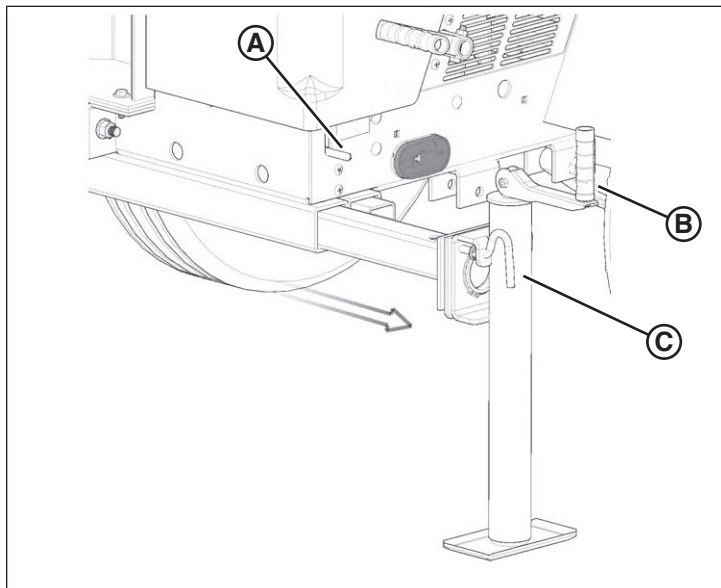
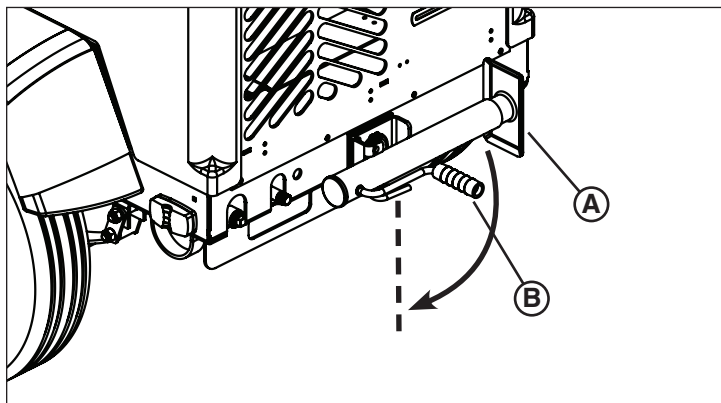

Figura 17
Figura 18
3. Extienda los estabilizadores delanteros del balancín y bloquee en su lugar con el pasador de bloqueo del balancín (A, Figura 17).
4. Gire cada uno de los gatos del estabilizador del balancín de forma perpendicular al suelo y bloquéelos en su lugar con el pasador del gato (C, Figura 17). Haga lo mismo con los gatos del estabilizador posterior (A, Figura 18).